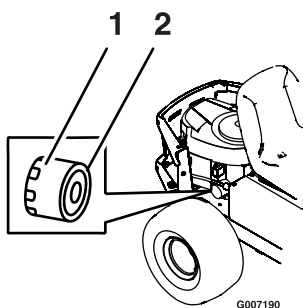

Figure 28
- Enlevez le filtre usagé et essuyez le socle de montage (Figure 28).